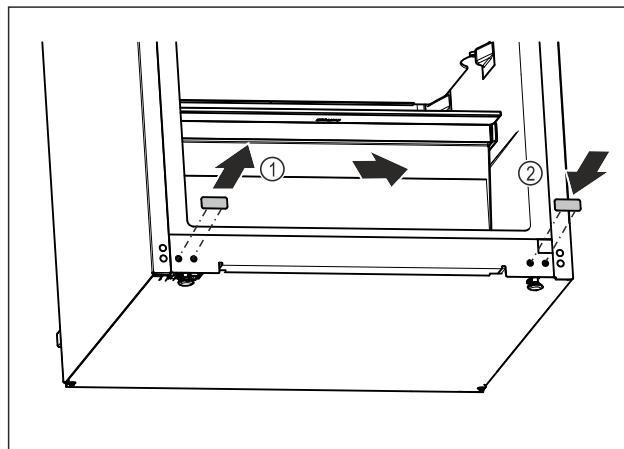

Fig. 20
- ▷ Издърпайте покриващата тапа. Fig. 20 (1)
- ▶ Поставете покриващата тапа от другата страна. Fig. 20 (2)